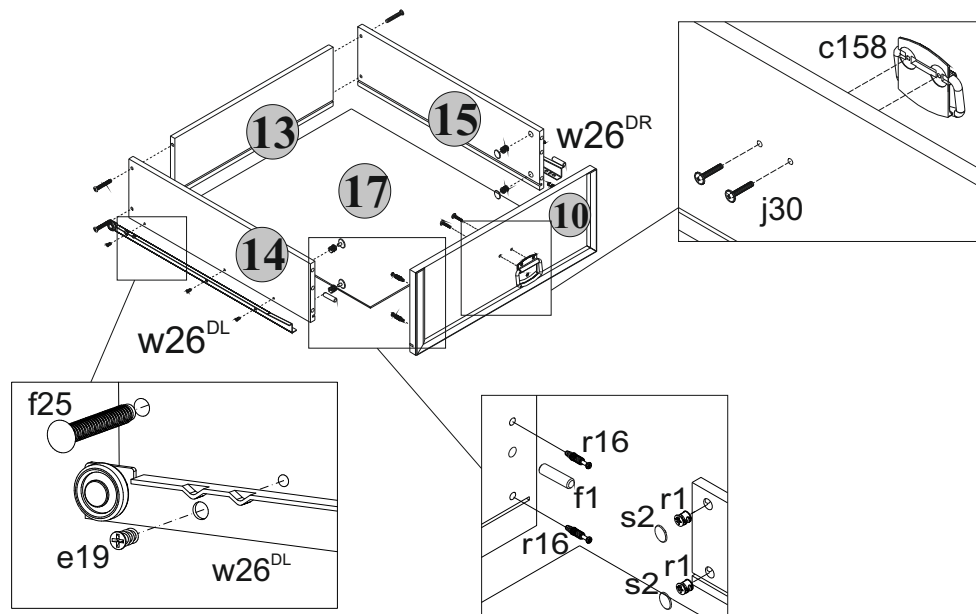

Рис. 3
5.23 В отверстия диаметром **8 мм** на передних кромках стенок боковых **14** и **15** ящиков вбить деревянные шканты **f1 (см.рис.3)**.
5.24 В отверстия диаметром **15 мм** на внутренних поверхностях стенок боковых **14** и **15** ящиков вставить стяжки эксцентриковые **г1 (см.рис.3)**.
5.25 В отверстия диаметром **5 мм** на внутренних поверхностях панелей ящиков **10** с помощью крестообразной отвертки вкрутить винты стяжки **г16 (см.рис.3)**.
5.27 Соединить панели ящиков **10** с корпусами ящиков и затянуть стяжки эксцентриковые **г1**, пользуясь специальным ключом **z1**. Закрыть стяжки эксцентриковые заглушками **s2 (см.рис.3)**.